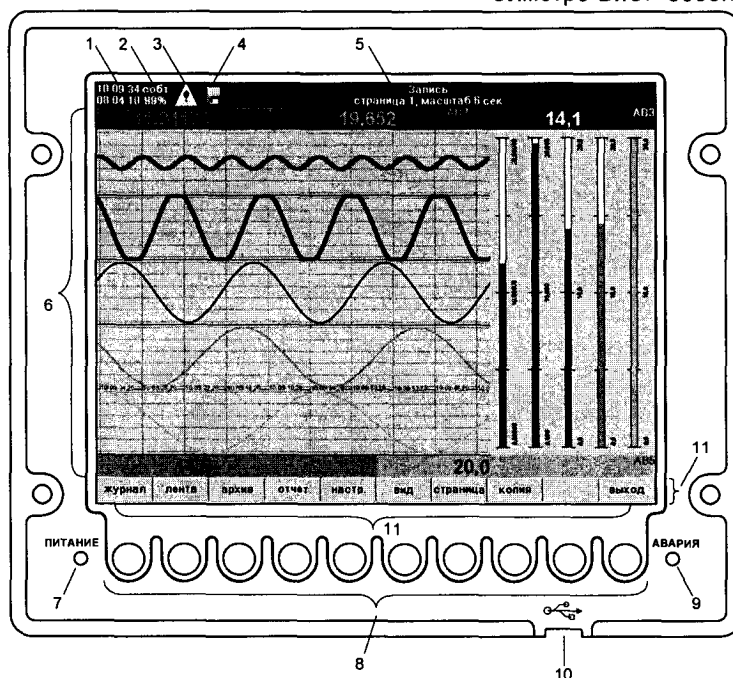

Рисунок 2.1 Интерфейс регистратора в режиме измерения
Регистратор имеет 10 сенсорных клавиш со светодиодной индикацией, расположенных в нижней части лицевой панели (см. рис. 2.1). Функции клавиш определяются режимом, в котором находится регистратор. Назначение каждой клавиши отображается на экране над соответствующей клавишей. Для увеличения размера рабочей области в режиме «Запись» имеется возможность скрыть подписи клавиш. Для этого в режиме «Запись» следует нажать клавишу **Выход**. Чтобы показать подписи следует нажать любую из 10 клавиш регистратора.
- Текущее время и дата (см. рис. 2.1, поз. 1).
- Индикатор состояния памяти журнала событий (см. рис. 2.1, поз. 2). На индикаторе отображается количество свободной памяти для неподтвержденных событий в процентах от максимального размера журнала событий (750 записей). Для того, чтобы освободить память, нужно войти в режим просмотра журнала событий и нажать клавишу **Подтвер-**
- Индикатор состояния аварийной сигнализации (см. рис. 2.1, поз. 3). Индикатор имеет следующие состояния:
- Индикатор текущего режима работы регистратора (см. рис. 2.1, поз. 5). На данном индикаторе выводится название текущего режима и другая дополнительная информация.
- Рабочее поле (см. рис. 2.1, поз. 6). В зависимости от режима работы регистратора на данном участке экрана отображается информация о текущих или архивных измерениях и настройках регистратора.
- Функциональное обозначение клавиш регистратора (см. рис. 2.1, поз. 11).
- Разъем для подключения USB-Flash карты (см. рис. 2.1, поз. 10). В случае если в разъем вставлена USB-Flash карта, то на экране регистратора (см. рис. 2.1, поз. 4) отображается пиктограмма в виде дискеты.
Для удобства пользования регистратором предусмотрена функция «Запись по событию». Для активации данной функции следует в меню «Общие настройки» установить параметр «Запись данных» значение «По событию». После этого регистратор переходит в режим ожидания события. В этом режиме производится измерение сигналов, однако не производится запись их значений во внутреннюю память. При этом на индикатор текущего режима работы регистратора (см. рис. 2.1, поз. 4) выводится сообщение «Измерение (ожидание события)». Также следует установить действие «Запись» для какой либо уставки (действие можно установить для аналоговых, дискретных или частотно-импульсных входов, сумматоров, расписания). Следует отметить, что поскольку запись данных в этом режиме не ведется, то просмотреть архивные данные за этот период невозможно.